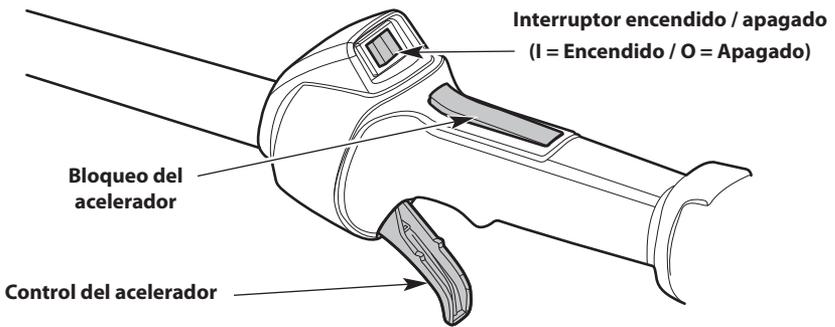

Fig. 10
NOTA: No es necesario encender la unidad. El interruptor de encendido/apagado está en la posición **Encendido (I)** en todo momento (Fig. 10).
4. Oprima y mantenga el bloqueo de acelerador (Fig. 10). Apriete y mantenga oprimido el control del acelerador (Fig. 10).
2. Oprima y mantenga apretado el interruptor de encendido/apagado en la posición **Apagado (O)** hasta que el motor se pare por completo (Fig. 10).
5. Oprima y mantenga el bloqueo de acelerador (Fig. 10). Apriete y mantenga oprimido el control del acelerador (Fig. 10).